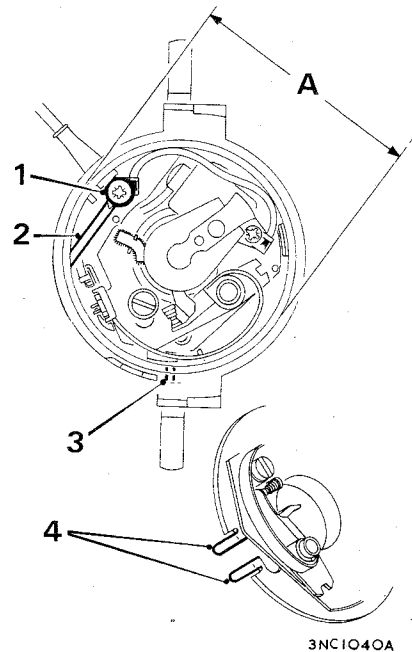

Fig. B.5
- f. Placer la platine d'embase de sorte que ses deux pointes tournées vers le bas viennent chevaucher le trou de vis qui se trouve sous l'attache du distributeur, voir Fig. B.5. Enfoncer la platine dans le corps jusqu'à ce qu'elle s'emboîte dans la saignée.
- g. Relever la mesure diamétrale précise de la portée du distributeur sur le corps, à angle droit par rapport à la fente de la platine d'embase, Fig. B.5. Brancher le fil de masse et serrer la vis fixant la platine. Mesurer à nouveau la portée du distributeur; si la dimension n'accuse pas une augmentation d'au moins 0,152 mm